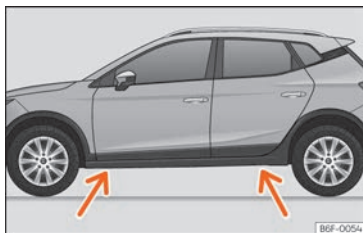

Fig. 39 Punti di appoggio per il cric.
- Individuare nel longherone il punto di appoggio del cric (zona avvallata) più vicino alla ruota da sostituire » » » fig. 39.